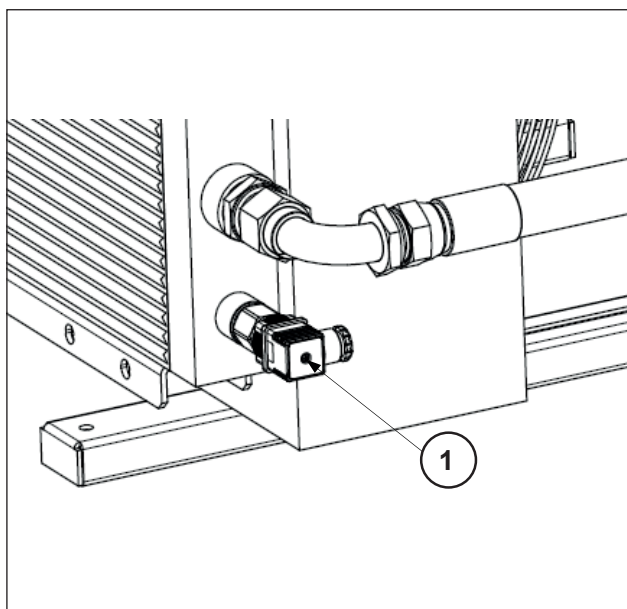

Fig. 16
3. Em seguida, conecte o segundo tubo por meio da curva de 90° ao encaixe na saída do trocador, localizado no lado oposto, na parte superior do mesmo (veja a Fig. 16). Aperte com um torque de 80 Nm.
O trocador é equipado com um termostato que é ativado a 50°C e controla a intervenção do ventilador (pos.1 Fig. 16)